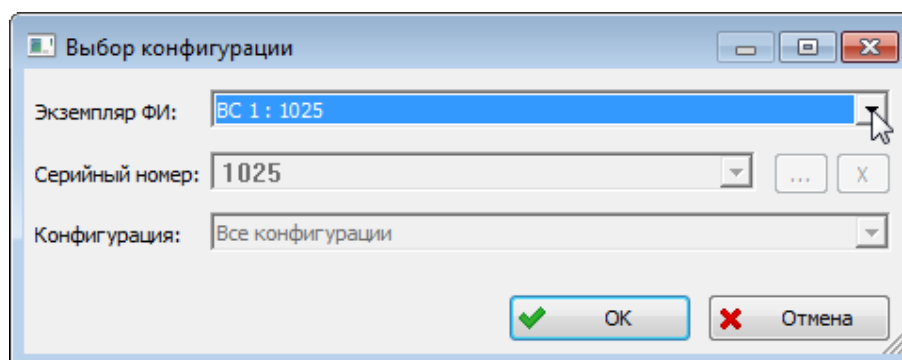

Рис. 13-535 – Окно «Выбор конфигурации»
- 2) Нажать кнопку «Конфигурировать» панели «Применяемость» в рабочем окне «Логистическая структура» (рис. 13-535).